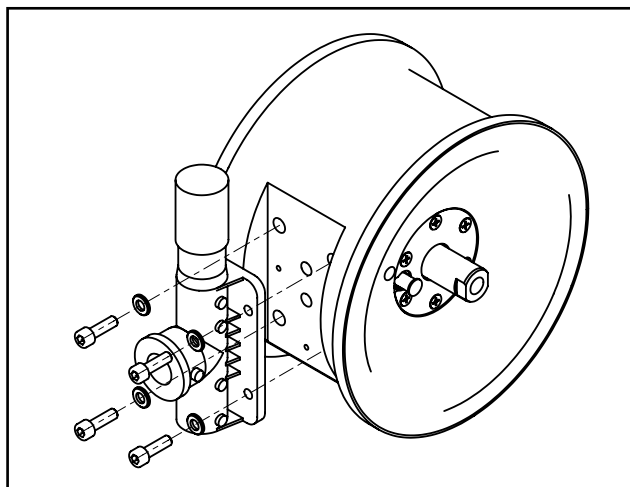

Fig. 19: Sistema DEPA AirSave (DL15/25/40)
- Per il montaggio dei gusci dei cuscinetti scorrevoli e della guarnizione ad anello, si consiglia di utilizzare la biella come guida (vedere Fig. 19).